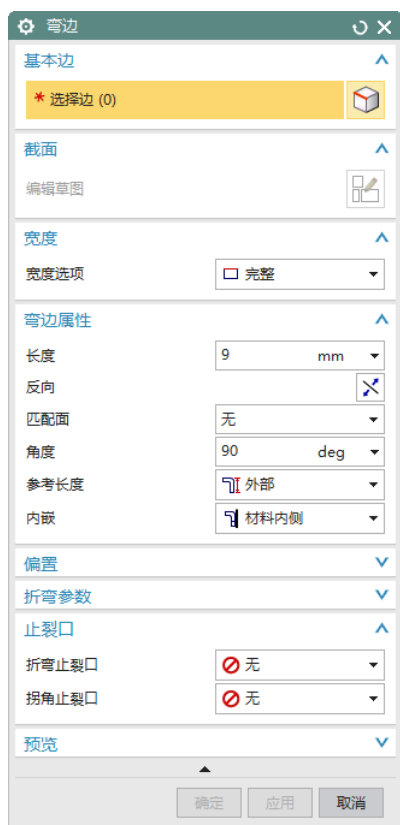
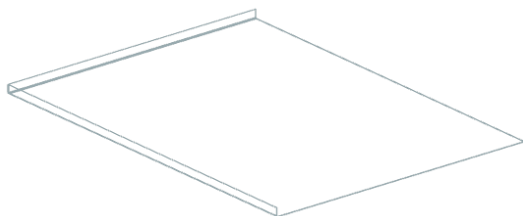

图 11-166 “弯边”对话框
图 11-170 创建弯边特征 2
(2) 在图 11-166 所示的对话框中，设置“宽度选项”为“完整”，“长度”为 9，“角度”为 90，参考长度为“外部”，“内嵌”为“材料内侧”，在“止裂口”列表框中的“折
(6) 在如图 11-166 所示的对话框中，单击 **应用** 按钮，创建弯边特征 2，如图 11-170 所示。